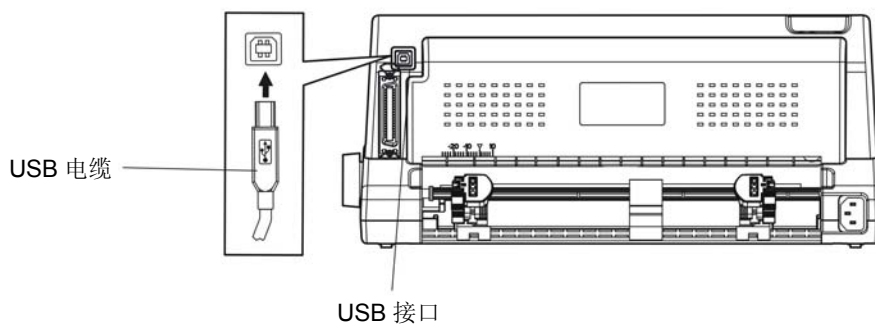
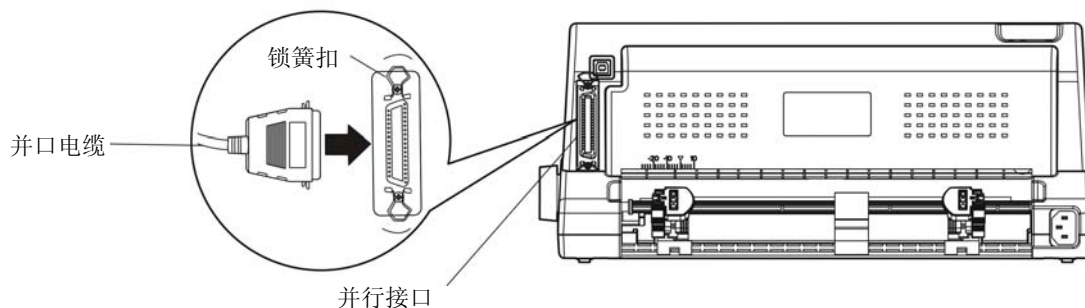

图 2-10 连接 USB 电缆
图 2-11 连接并口电缆
本打印机可配置 USB 接口、并行接口、蓝牙或 Wi-Fi（产品的具体接口配置，以实物为准）。请根据需要，用接口电缆把打印机与计算机相连〔如图 2-10 和图 2-11 所示〕。
2. 将 USB 电缆的 B 端插头（方型）插进打印机的 USB 接口插座中（如图 2-10 所示）。
2. 将并口电缆的另一端插进计算机的并行接口，拧紧两侧的螺丝，固定并口电缆（如图 2-11 所示）。